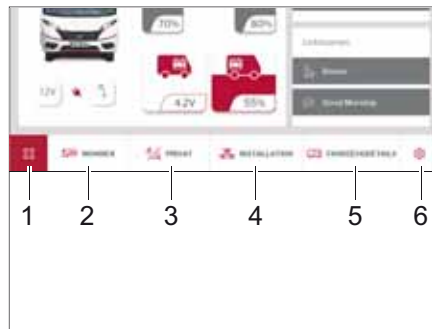

Bild 269 Menyrad – System Control Display
Undermenyerna nås via menyraden (Bild 269):
- Boende (Bild 269,2)
- Privat (Bild 269,3)
- Installation (Bild 269,4)
- Fordonsuppgifter (Bild 269,5)
- Inställningar (Bild 269,6)